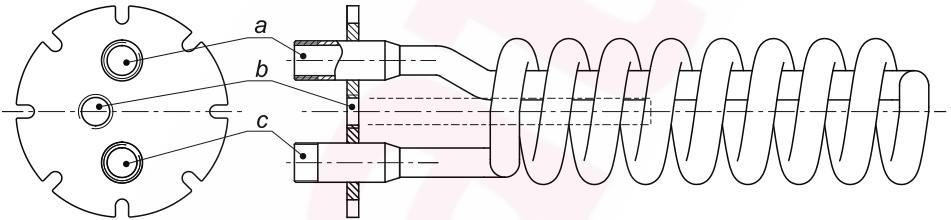

Рис. 5
- электронагревательные элементы рекомендуется установить в котел в том случае, если котел подключается к системе по схеме подключения, показанной на рис. 5а;